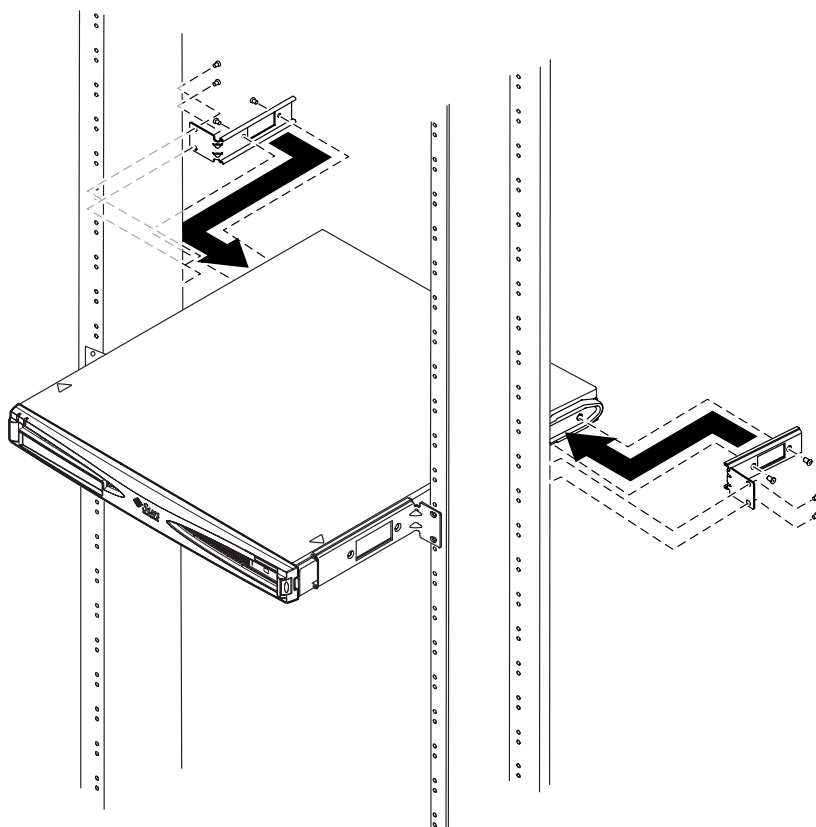

РИС. 5-12 Сервер, установленный в стойку с двумя опорами
- 5. С помощью прилагаемых винтов с потайной головкой и крестообразным шлицем прикрепите два задних кронштейна к двум резьбовым отверстиям по обеим сторонам в задней части сервера (см. РИС. 5-12).**